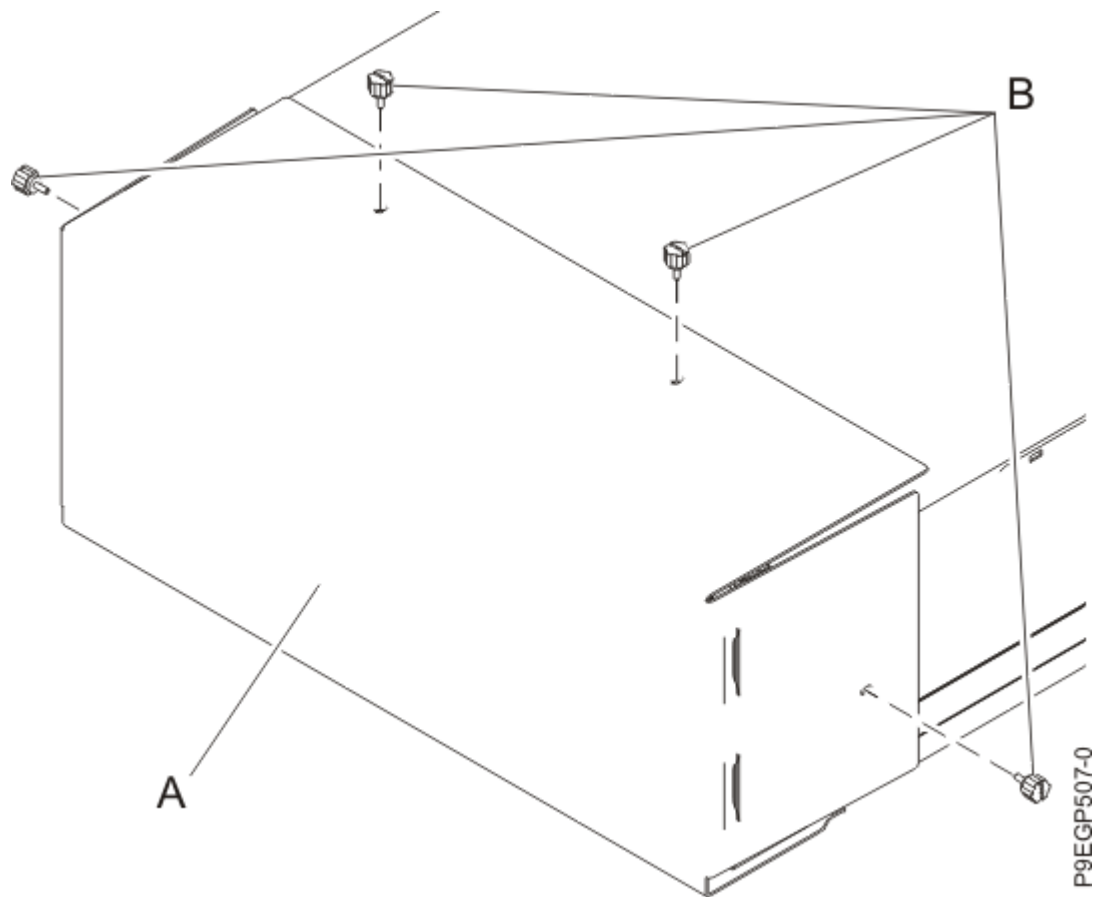

図 7. 配送カバーの取り外し
2. 12 ページの図 7 に示されているように、輸送用カバー (A) をドロワーの後部に固定するために使用されている 4 つの蝶ネジ (B) を取り外します。配送カバーを取り外します。